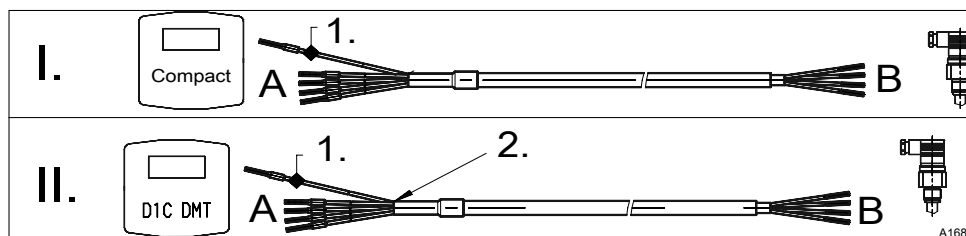

Fig. 2: Ligação do cabo de medição
vermelho ao regulador compact:	Blindagem (1) é ligada ao regulador ProMinent Compact, I A em Fig. 2
vermelho para D1Ca, DMTa	Blindagem (1) é cortada em (2) e não é ligada ao D1Ca ou DMTa, II A em Fig. 2
Ligação eléctrica, cabos de medição blindados nos sensores com fichas DIN de 4 pólos, em Fig. 2 I B, II B